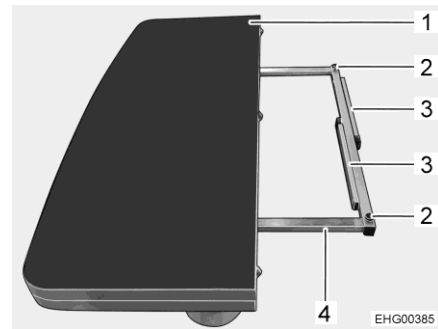

Bild 94 Bordsskiva, ihopfällt
- Dra ut bordsskivans ram (Bild 94,4).
- Fäll ner halva bordsskivan (Bild 94,1) och placera den på bordsskivans ram.
- Justera vid behov höjden på bordsskivan med de två vreden (Bild 94,2).
- Fäll ut båda stödfötterna (Bild 94,3).